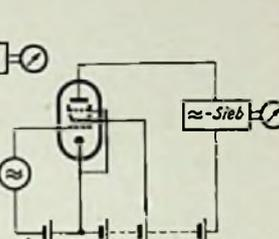

Bild 4. Prinzip der dynamischen Röhrenmeßgeräte (Stellheitsprüfer, Klasse 4)
4. Steilheitsprüfer, d. h. Prüfgeräte, die u. a. eine quantitative Bestimmung der Steilheit ermöglichen. Diese Geräte arbeiten, wie Bild 4 andeutet, mit Gleichspannungen zur Elektrodenspeisung, um einen definierten Arbeitspunkt einstellen zu können. Der Aufwand an Einzelteilen ist für diese Klasse beträchtlich höher als bei den bisher besprochenen Prüfmethoden.